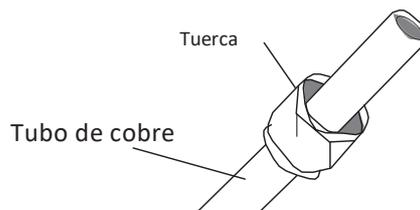

Fig. 7.6
3. Colocar tuercas cónicas en ambos extremos del tubo. Asegúrese de que se enfrentan en la dirección correcta, porque no se puede poner en o cambiar su dirección después de la quema. Ver Fig. 7.6